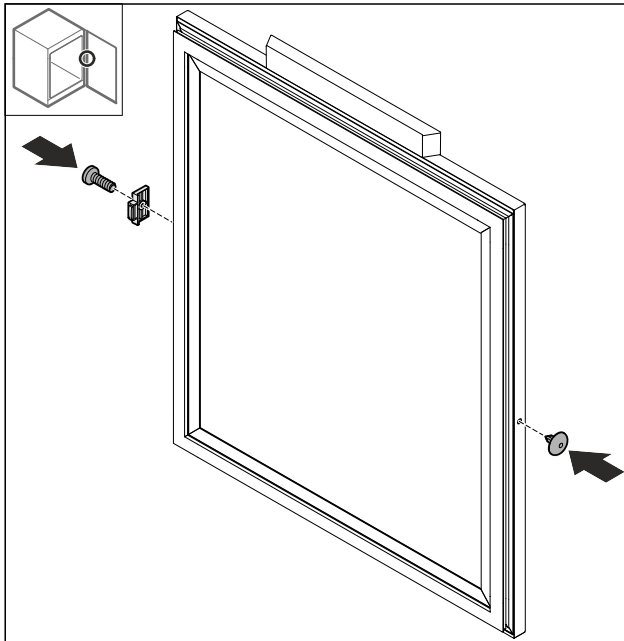

Fig. 70
- ▶ Monter dørstopperen Fig. 70 (1) på den modsatte side drejet 180°.
- ▶ Indsæt afdækningen Fig. 70 (2) på den modsatte side.